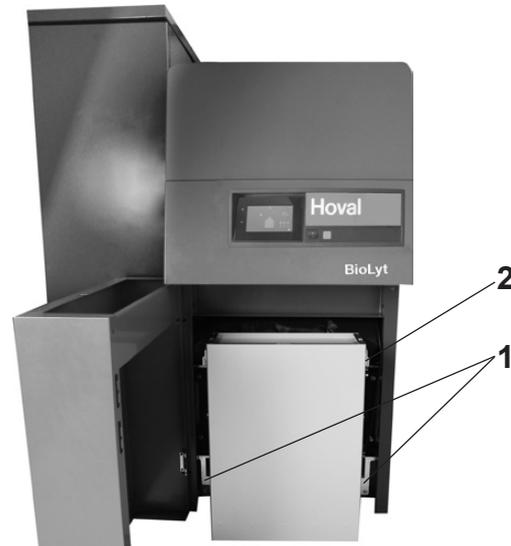

Fig. 04
1. Aprire lo sportello frontale e poi le chiusure di bloccaggio (1, Fig. 04) su entrambi i lati del ceneraio.
3. Spingere il ceneraio nell'impianto e posizionarlo con l'ausilio della battuta in alto a destra (2, Fig. 04). L'impianto riconosce il ceneraio inserito e si attiva nuovamente.
4. Fissare il ceneraio chiudendo entrambe le chiusure di bloccaggio inferiori (1, Fig. 04)!